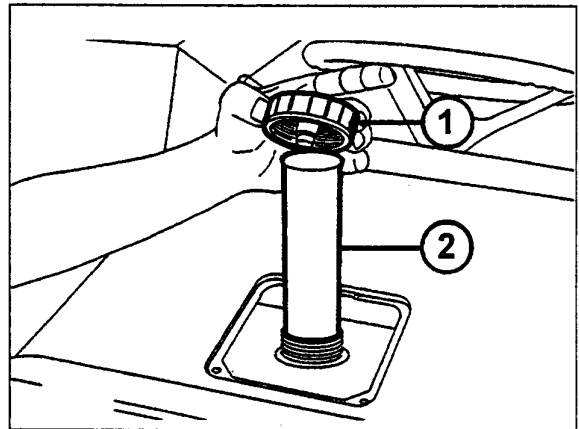

Fig.5-2a
(Fig. 5-2a) La boca de llenado del depósito combustible (1) posee un filtro con red metálica (2) extraíble para su limpieza periódica.